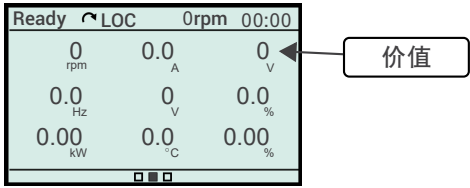

图 8.14: Slot 查看
■ **Slot**: HMI 屏幕被划分为 9 个部分，每个部分称为 Slot，可将读取的变量以 值 的格式显示。图 8.14 在页面上 8-6 展示了一个显示示例。